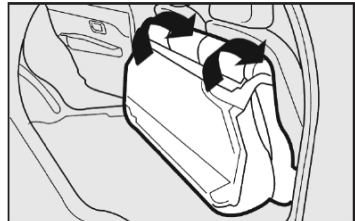

fig. 66
4) Rebater para a frente o encosto, passando os cintos pelos lados, até que este se apoie sobre o assento traseiro fig. 66.